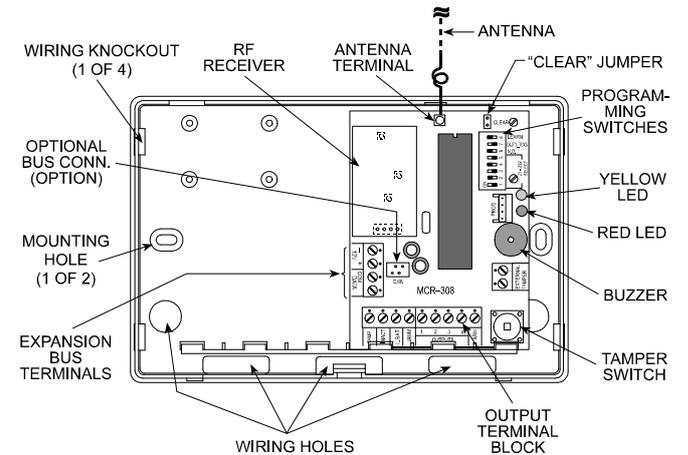

图3. MCR-308 移去前盖图
#### 1.5 产品构成 (图 3)
- B. 半固态天线用胶带粘在前盖里面, 取下天线将其直端插入天线接口并上紧。参见图3的天线位置。